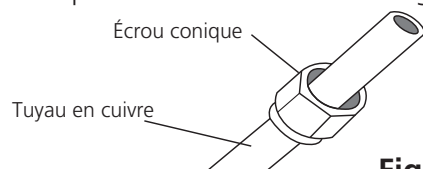

Fig. 7.3
3. Placez les écrous évasés sur les deux extrémités du tuyau. Assurez-vous qu'ils soient orientés dans la bonne direction, parce que vous ne pourrez pas les positionner ou changer leur direction après les avoir évasés. Voir Fig. 7.3